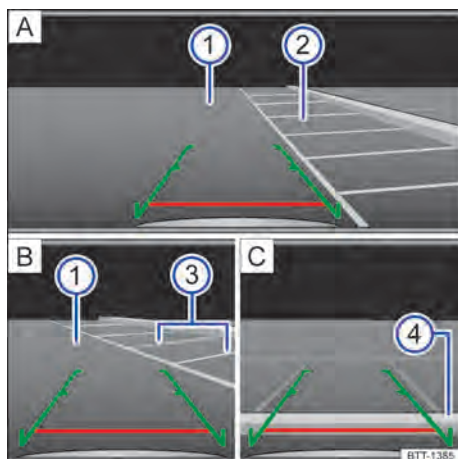

Fig. 92 Exibição do display do rádio ou do sistema de navegação: entrar na vaga de estacionamento com a câmera de marcha a ré (representação esquemática).
Legenda para → Fig. 92:
- Posicionar o veículo na frente da vaga de estacionamento → Fig. 92  .